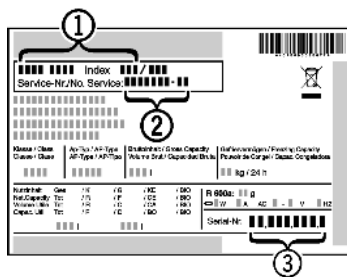

Fig. 44
- ▶ Odczytać z tabliczki znamionowej oznaczenie urządzenia Fig. 44 (1), nr serwisowy Fig. 44 (2) oraz numer seryjny Fig. 44 (3). Tabliczka znamionowa znajduje się po lewej stronie wewnątrz urządzenia.